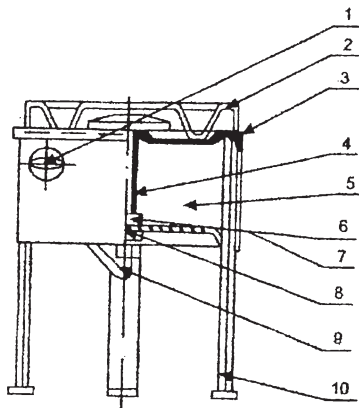

Рис. 1. ОБЩИЙ ВИД
- 5.1. Плита состоит из корпуса и четырех опорных ножек (рис.1)